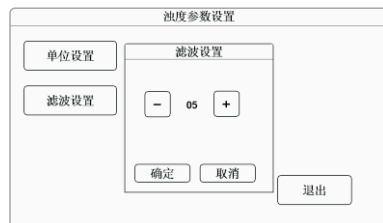

图2-20
- ◆ **滤波设置：**点击“滤波设置”弹出图2-20所示，按【-】或【+】键修改参数（00到60可选），数值越大稳定性越高，修改后按【确定】键确认。